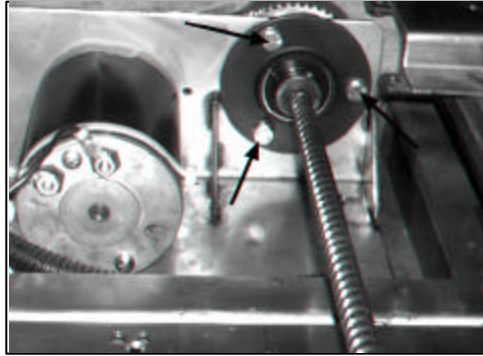

FIGURE 5-6: PALIER DE LA VIS DE COMMANDE
- a. Retirer les neuf (9) boulons de fixation des plaques de protection centrale et arrière.
- c. Retirer les quatre (4) boulons de fixation de la plaque d'accès au moteur et la retirer.
- f. Voir la **Figure 5-6**. Desserrer les trois (3) boulons du palier de la vis de commande.